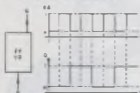

FIGURA 2
Na figura 2 temos o diagrama de bloco de um multivibrador biestável ou flip-flop (FF). Este circuito era inicialmente feito com duas válvulas triodo, depois passou a ser construído com 2 transistores e atual-
Ele possui uma entrada G e uma saída Q. Se aplicamos na entrada G uma onda retangular, teremos que a cada vez que a entrada G passa de 1 para 0, a saída Q muda de estado (de 0 para 1 ou de 1 para 0). Acompanhamos a figura 2.